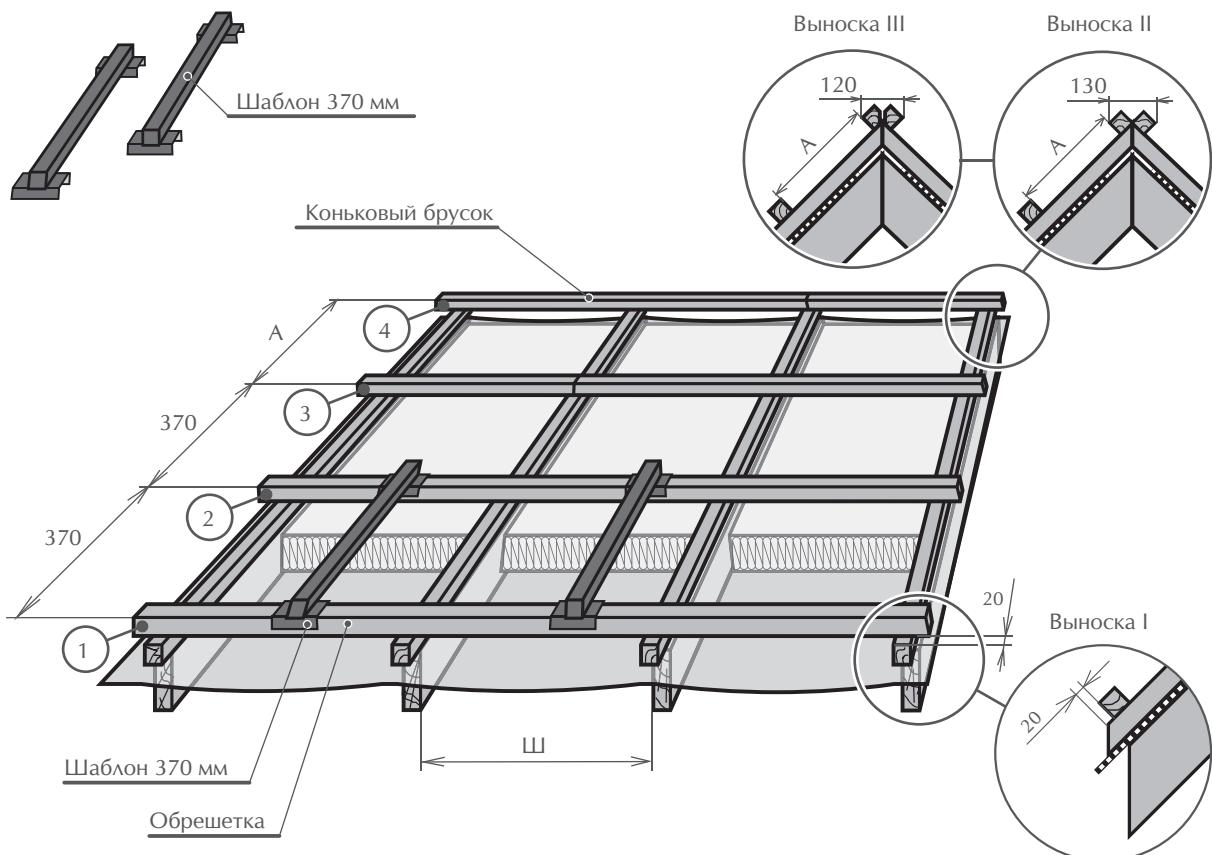

Рис. 5.2-1
Для обрешетки применяются деревянные бруски сечением 50x50 мм, если шаг стропил Ш (рис. 5.2-1) не превышает 1000 мм. При большем шаге стропил сечение, брусков необходимо увеличить в соответствии с рекомендациями Вашего проектировщика. Влажность материала не должна превышать 20% от сухого веса.
Монтаж обрешетки осуществляется снизу вверх 1, 2, 3, 4 (рис. 5.2-1). Нижняя обрешетина
прибивается на расстоянии 20 мм от нижнего торца бруска контробрешетки и служит для фиксации нижнего ряда листов (рис. 5.2-1, выноска I). Бруски обрешетки стыкуйте на брусках контробрешетки. Длина брусков обрешетки должна быть не менее двух пролетов между стропилами.
**Важно, чтобы расстояние между нижними гранями обрешетки обязательно выдерживалось равным 370 мм!** Это условие, необходимое для образования замка между стыкуемыми листами композитной черепицы, обеспечивает надежную гидроизоляцию, ветрозащиту и эстетичный вид кровли. С этой целью нужно использовать шаблоны, которые можно изготовить из подручных средств (рис. 5.2-1).
(MetroShake®), Метрошайк-II (MetroShake-II®), Метроклассик (MetroClassic®). Коньковые бруски обрешетки, необходимые для крепления полукруглых коньковых элементов, должны крепиться по обе стороны от конька на расстоянии 130 мм (рис. 5.2-1, выноска II).
Коньковые бруски обрешетки необходимые для крепления ребровых коньков предварительно необходимо обтесать и закрепить по обе стороны от конька на расстоянии 120 мм (рис. 5.2-1, выноска III).
Прежде чем устанавливать верхний ряд листов, измерьте расстояние А (рис. 5.2-1). В зависимости от расстояния А возможно несколько вариантов крепления верхнего ряда листов.